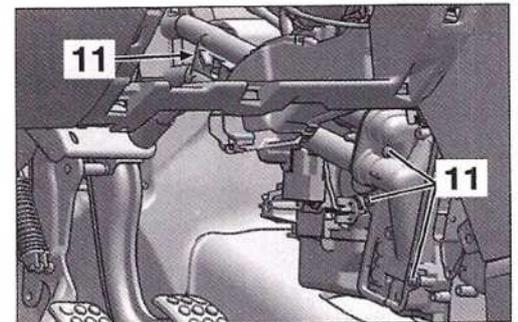

FIG. 24
- Desmontar las tuercas de fijación (7) y extraer el pedal acelerador.
- Desmontar la grapa (6), y extraer la tobera de aire (9).
- Desmontar los tornillos (11) (Fig.24).